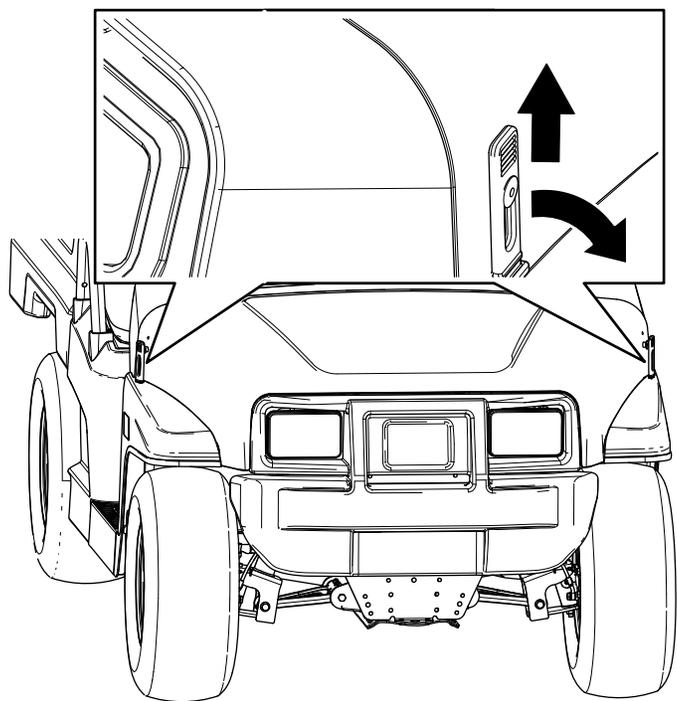

図 25
1. フードの両側についているゴム製ラッチのハンドルを上げる 図 25。
2. フードの両側で、ゴム製ラッチとラッチアンカーをそろえてラッチを掛ける (図 25)。